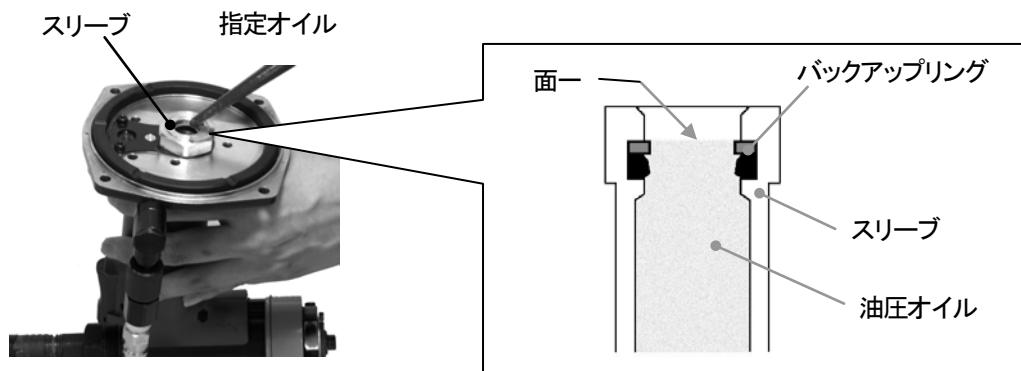

図7-22
- (5)スリーブ内に指定オイル(P.8 表5-1)を注入してください。油面がバックアップリング面になるまで注入してください。(図7-22)